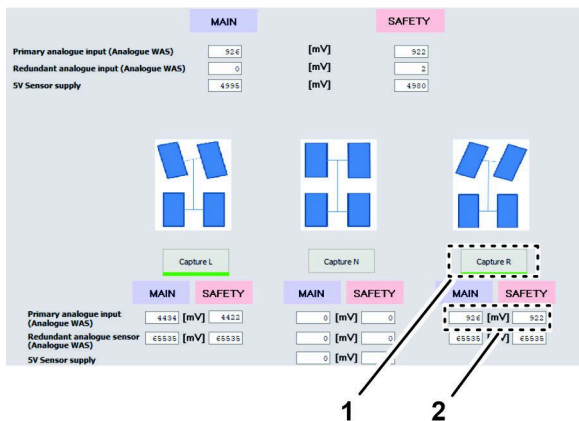

Figure 149
6. Cliquez sur l'icône CAPTURE R (Figure 149).